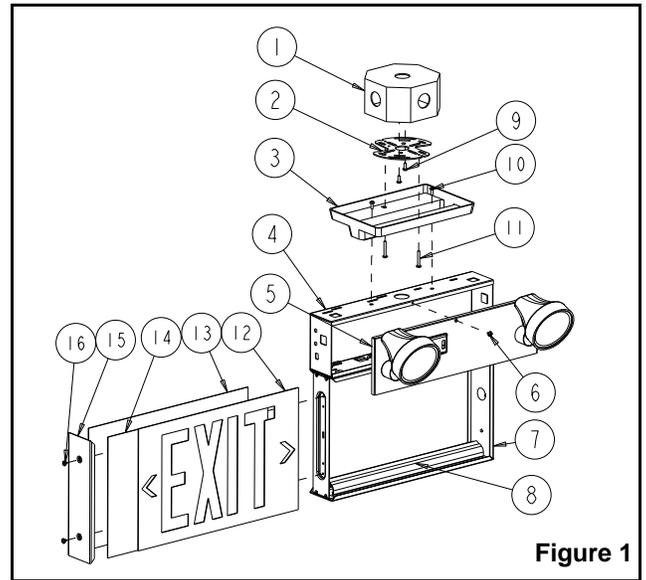

Figure 1
3. Pour ouvrir l'enseigne, retirer la plaque d'extrémité (si applicable) (voir fig. 1) et glisser la face découpée et le diffuseur de couleur pour les sortir du boîtier.